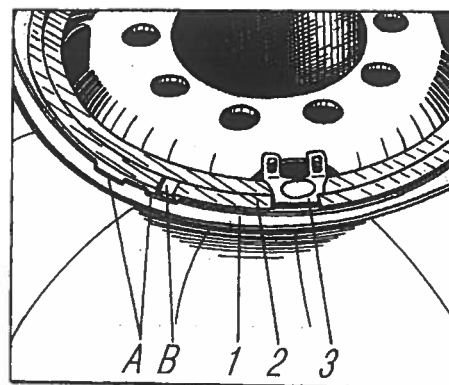

Рис. 47. Положение замочного и наружного бортового колец;
5. Установить бортовое и замочное кольца, совместив при этом на колесах выштамповку В (рис. 47) на замочном кольце с одним из пазов А на бортовом кольце и обеспечив совпадение разреза замочного кольца с ограничителем на ободе.